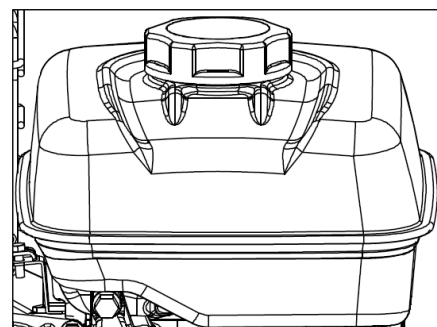

Figure 10
- Démontez le couvercle de filtre à air (Figure 10) et retirez les éléments.